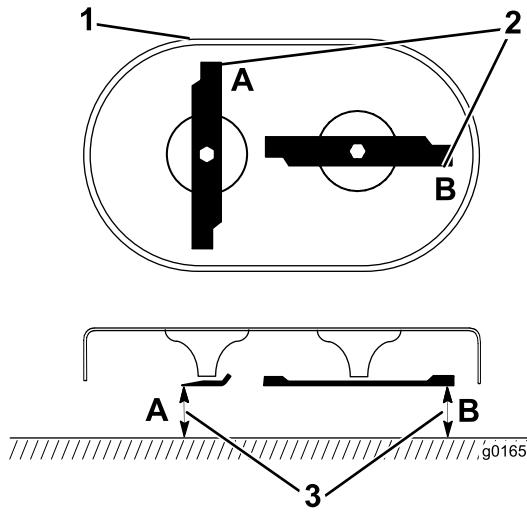

Figure 35
- Faites pivoter les lames pour les positionner comme montré à la Figure 35.
- Mesurez la distance entre une surface plane et le tranchant des lames aux points **A** et **B**, (Figure 35), et notez ces deux dimensions.